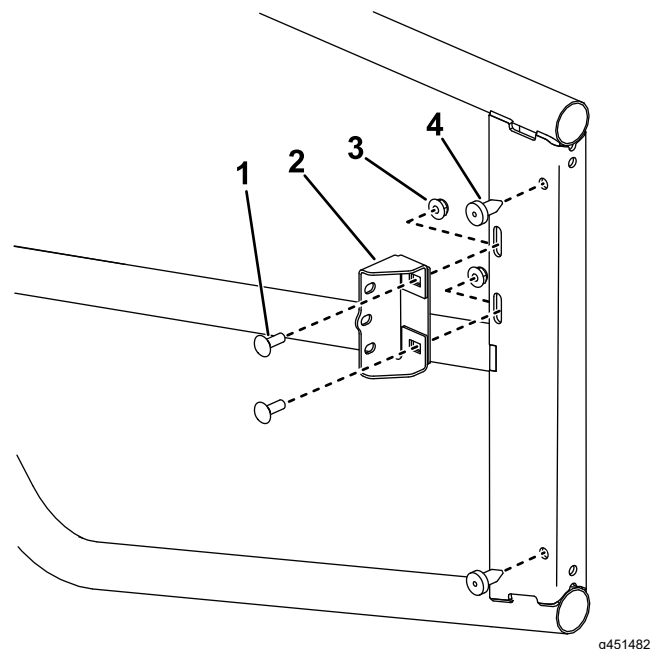

Figura 5
5. Instale 2 para-choques de borracha no interior do conjunto da porta (Figura 5).
6. Instale os suportes do trinco da porta no conjunto da porta (Figura 5).